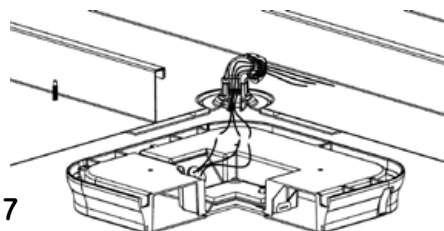

Figure 7
- Acheminez les fils d'alimentation par le conduit et le moyeu vers la boîte à bornes de l'appareil tel que représenté aux figures 7 et 8.